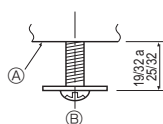

Fig. 5-5
5.4.1. Preparación (Fig. 5-5)
- Instale los dos tornillos con arandelas adjuntos ② en la unidad principal (en el área del tubo de drenaje de uno de los extremos y en el extremo opuesto) tal y como se indica en el diagrama.